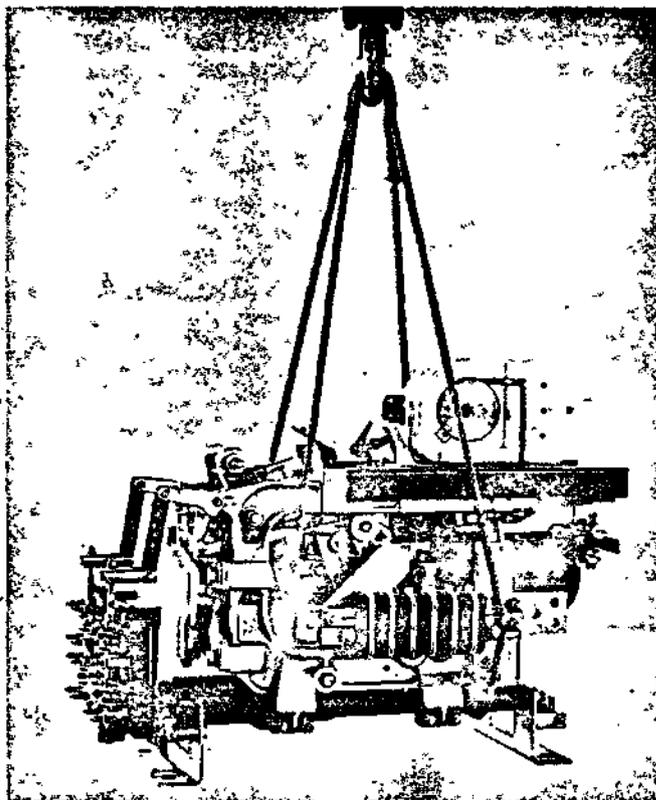

Fig. 3 - Trasporto corpo interruttore
- **corpo interruttore** - Imbragare l'apparecchio facendo passare due corde sotto i tiranti isolanti come indicato in Fig. 3.